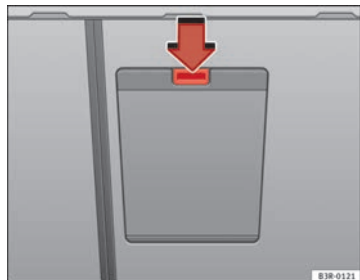

Fig. 117 Detalle del asiento trasero desde atrás: Tapa del saco para objetos alargados
- Oprima la tecla de desbloqueo de la tapa del saco para objetos alargados → fig. 117 -flecha- y gírela hacia abajo.